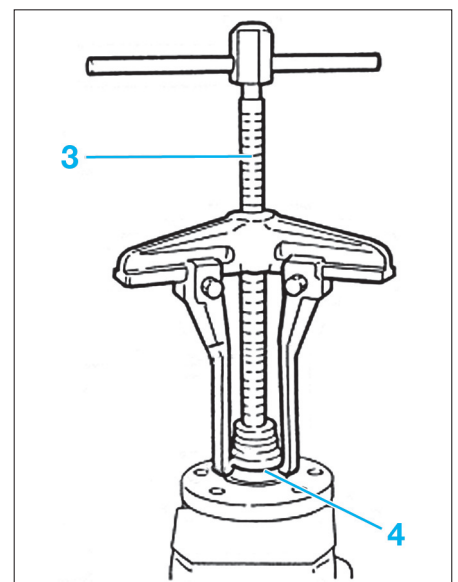

FIG. 13
- Extracteur de roulement (**Fig.13**).
- À l'aide d'un extracteur (3), déposer la bague interne (4) du roulement sur le moyeu (**Fig.13**).